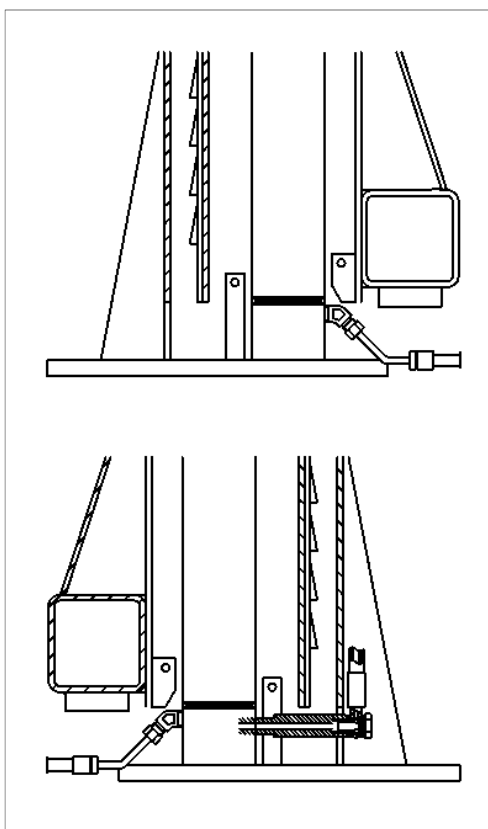

Рис. 31
- Подсоедините шланг высокого давления в соответствии с **Рис. 31**. Сначала подключите шланг к тройному узлу под главной стойкой, а затем к узлу под второй стойкой. После вертикальной установки стоек положение тросов следует отрегулировать.